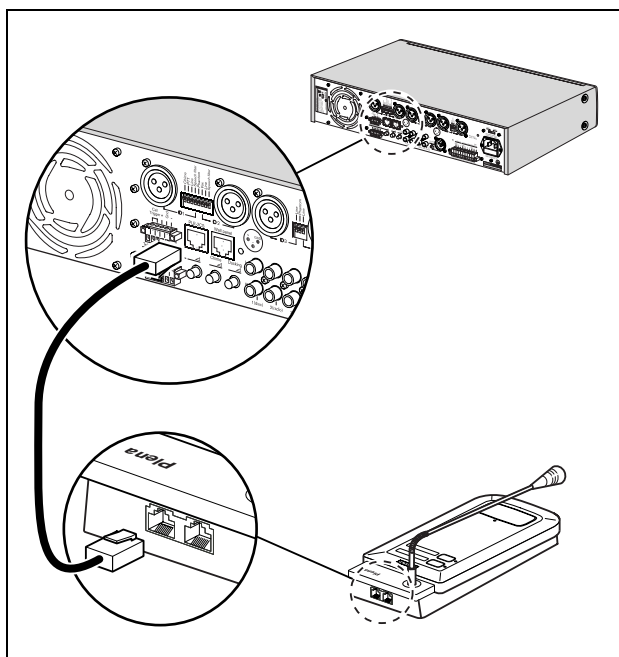

figura 3.1: Collegamento della postazione annunci al mixer o all'amplificatore mixer
- 1 Collegare la Postazione annunci a due zone Plena al mixer a due zone serie PLE o all'amplificatore mixer usando un cavo Ethernet Cat-5 (vedere figura 3.1). È possibile usare una delle prese RJ-45.